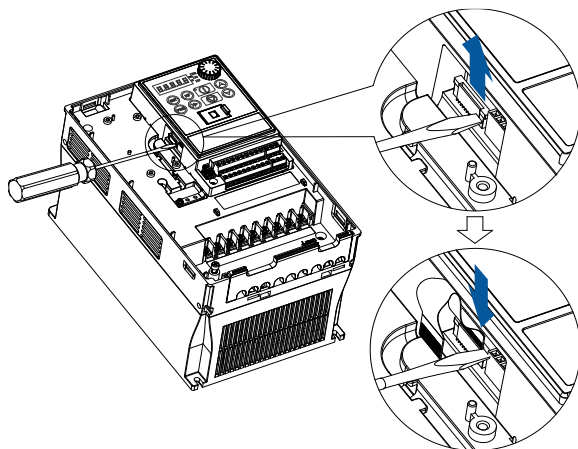

图 2-1 FPC 安装示意图
- 1) FPC 在控制板上的安装：如图 2-1 所示，用工具（一字批或镊子）轻轻抬起控制板上的 FPC 插座锁扣，插入 FPC，再用工具压紧锁扣。注意：FPC 斑马条方向朝向外侧，与 FPC 插座接触方向相匹配。